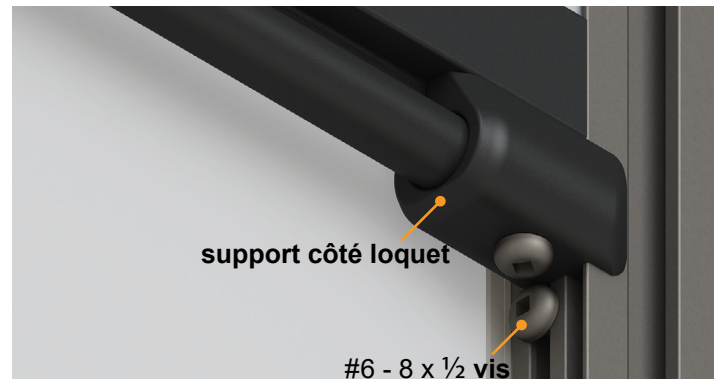

Fig.3
5. Installer #6 - 8 x 1/2 vis sous le support du côté du loquet du Screen Shot dans la coulisse la plus proche du moustiquaire (Fig.3).